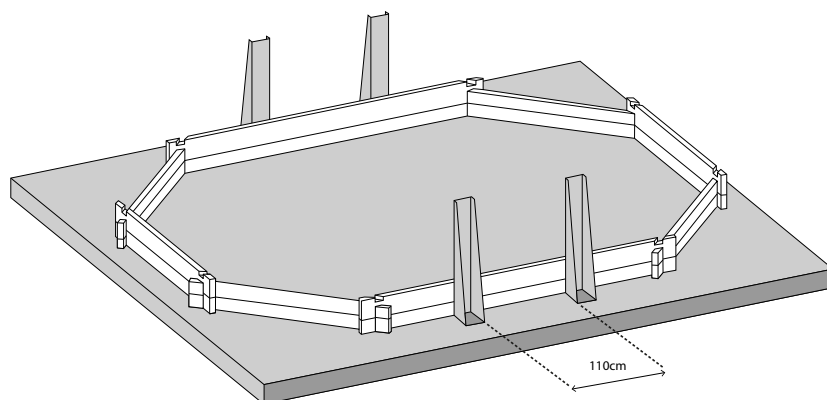

Fig. 3 / Abb. 3 / Afb. 3
- EN** **LAYOUT OF THE COLUMNS:** •Position the columns as shown by figure (figure 3). Tighten the columns well around the entire layer of boards. •Vertically drill the layer using a drill with a \varnothing 10mm bit for concrete, and using the column as a guide. The depth of the hole should be at least 100mm to guarantee good fixing. •Place the fixing bolts (with washers and nuts) into the holes and fix them with the help of a hammer. **COMPLETELY hammer in the fixing bolts (only the head should be visible).** •Tighten crosswise the 4 nuts.
- FR** **POSITIONNEMENT DES SABOTS :** •Placez les sabots comme indiqué sur la figure (figure 3). Plaquez bien les sabots le long des rangées de madriers. • Percez bien verticalement la chape à l'aide d'un perforateur équipé d'un foret béton \varnothing 10 mm, en utilisant le sabot comme gabarit. La profondeur du perçage doit être au minimum de 100 mm pour garantir une bonne fixation. •Placez les gougeons d'ancrage (avec rondelles et écrous) dans les trous et frappez-les à l'aide d'un marteau. Enfoncez **ENTIEREMENT** les gougeons d'ancrage (seule la tête doit rester visible). •Serrez fermement en croix les 4 écrous.
- DE** **ANORDNUNG DER ANSCHLAGWINKEL:** •Platzieren Sie die Anschlagwinkel, wie Abb (Abb. 3). Furnieren Sie die Anschlagwinkel gut entlang der Bretterreihen. • Durchbohren Sie die Schicht vertikal mit Hilfe einer Bohrmaschine und einem Betonbohrer mit 10 mm \varnothing , wobei der Anschlagwinkel als Muster dient. Die Tiefe der Bohrung muss mindestens 100 mm betragen, um eine gute Befestigung zu garantieren. • Platzieren Sie die Befestigungsstifte (mit Unterlegscheiben und Schrauben) in den Öffnungen und schlagen Sie mit einem Hammer darauf. **Hämmern Sie die Befestigungsstifte GANZ ein (nur der Kopf darf noch sichtbar sein).** • Ziehen Sie die 4 Schrauben kreuzweise fest.
NL **PLAATSING VAN DE METALEN STEUNBALKEN:** •Plaats de metalen steunbalken zoals te zien is op afbeelding (afbeelding 3). Schroef de metalen steunbalken stevig vast tegen de plankenrijen. •Boor perfect vertikaal gaten in de betonplaat met behulp van een boormachine voorzien van een boor voor beton van $\varnothing 10\text{ mm}$, gebruik de metalen steunbalk als patroon. De diepte van het boorgat moet tenminste 100 mm bedragen om een goede fixatie te garanderen. • Plaats de ankerbouten (met ringen en moeren) in de gaten en sla ze vast met behulp van een hamer. De ankerbouten **VOLLEDIG vastdraaien**(alleen de kop mag te zien zijn). • Draai de 4 moeren kruiselings stevig vast.